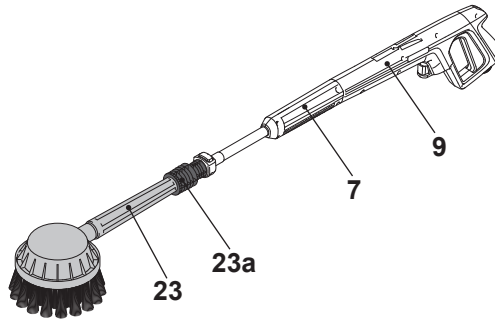

Fig. 10
1. Atașați lancea de extindere (7) la pistolul de pulverizare (9) (Fig. 10).
2. Atașați peria rotativă (23) în lancea de extindere.